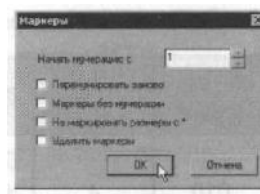

Рисунок 59
16. В открывшемся окне диалога (рис. 59) можно установить параметры выполняемой маркировки. Оставьте в нем все без изменений и нажмите кнопку **ОК**.